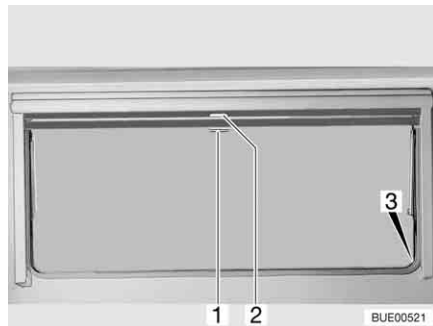

Bild 67 Överkantshängda fönster
- Drag ned mörklägningsrullgardinen med handtaget (Bild 67,2). När mörklägningsrullgardinen dras ned helt fäster man det man i spärrarna (Bild 67,3) på båda sidorna på fönsterkarmen.
- När mörklägningsrullgardinen är helt neddragen: Tryck ned handtaget (Bild 67,2) och drag det något inåt. Nu kan man ta loss mörklägningsrullgardinen ur spärrarna på båda sidorna av fönsterkarmen.
- När mörklägningsrullgardinen inte är helt neddragen: Drag handtaget (Bild 67,2) lätt nedåt tills spärren släpper.
- Drag ner insektsnätet med handtaget (Bild 67,1) och fäst det i spärrarna (Bild 67,3) på båda sidorna av fönsterkarmen.
- Tryck ned handtaget (Bild 67,1) och drag det något inåt. Lossa insektsnätet ur spärrarna på båda sidorna av fönsterkarmen.